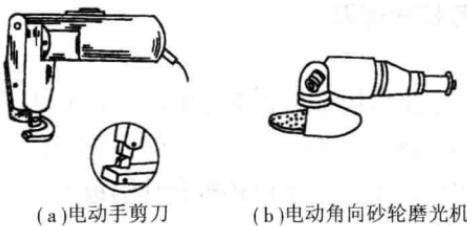

图 1-7 电动手剪刀和电动角向砂轮磨光机
②电动手剪刀。电动手剪刀能替代手剪刀工作，剪切速度比手剪刀快，且剪切材料的厚度也要比手剪刀剪切的厚；但缺点是分量重，还有一种电动惯性，即停止较慢。如图 1-7(a)所示。
③电动角向砂轮磨光机。电动角向砂轮磨光机用于金属构件的去毛刺、焊缝打磨等。如图 1-7(b)所示。